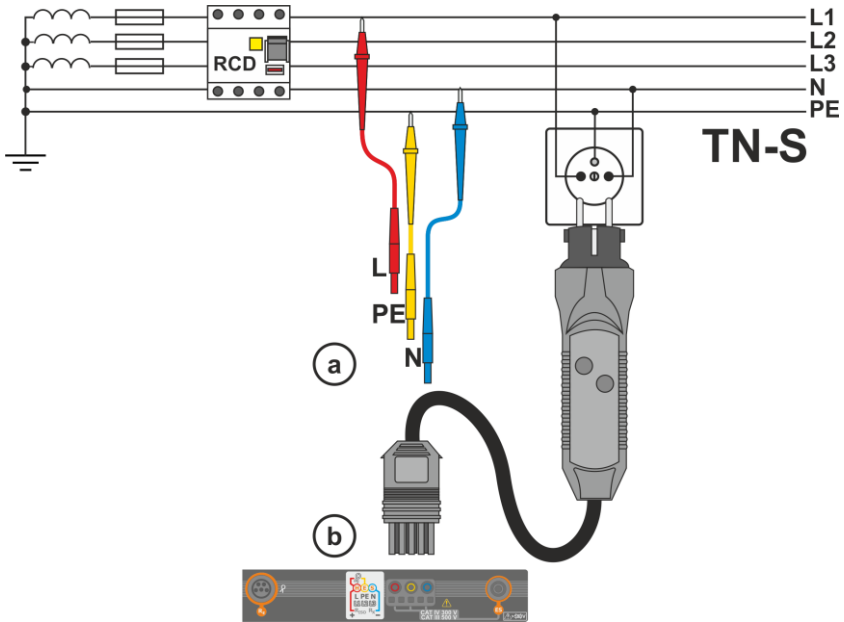
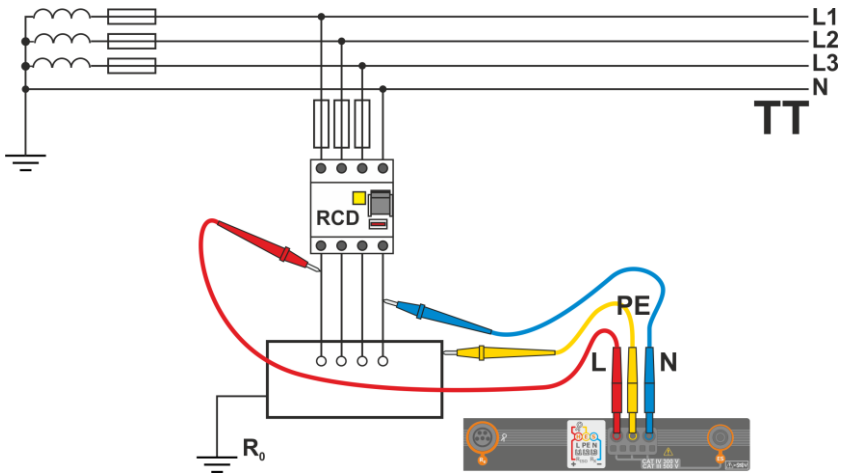
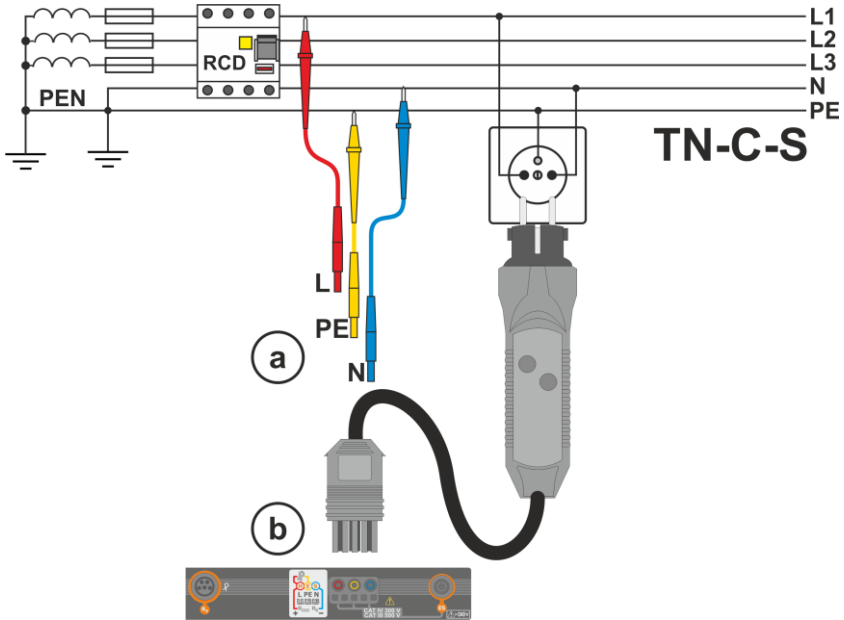

Fig. 3.3 Messung im TN-S Netz
Fig. 3.4 Messung im TT Netz
Fig. 3.5 Messung im TN-C-S Netz
- 1 Schließen sie die Messleitungen gemäß der Abbildungen Fig. 3.3 , Fig. 3.4 und Fig. 3.5 an